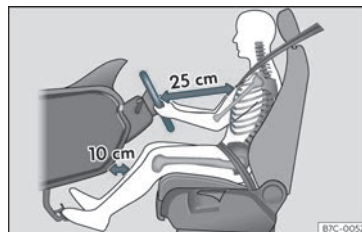

Fig. 6 A separación correcta entre o condutor e o volante debe ser de polo menos 25 cm (10 polgadas).
- Axuste o volante para que estea a unha distancia de polo menos 25 cm (10 polgadas) do esterno >>> **fig. 6** e o poda suxeitar con ámbalas dúas mans polos lados, pola parte exterior, cos brazos lixeiramente flexionados.
• Axuste o asento lonxitudinalmente para que poida pisar completamente os pedais cos xeonllos lixeiramente dobrados e que quede unha distancia entre a zona dos xeonllos e o taboleiro de instrumentos polo menos de 10 cm (4 polgadas) >>> **fig. 6**.